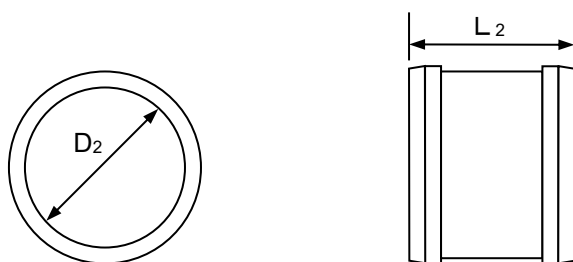

図. 3 接続部材
- (1) 接続部材はリサイクルポリプロピレン成形材料を主体としたものとします。
- (2) 接続部材は防砂性をもたせるため、簡易パッキンを具備したものです。
- (3) 接続部材の色は黒色とします。
- (4) 接続部材の寸法を図. 3 に示します